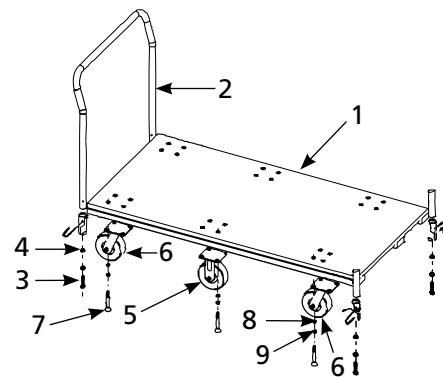

Figura 1 – Ilustración de las Partes de Reparación para las Carretillas Portadoras para Uso Industrial
1. Fije las ruedecillas en la parte inferior de la plataforma plástica con los pernos, arandelas y arandelas de seguridad suministrados. Utilice la Figura 1 como referencia. No apriete demasiado.